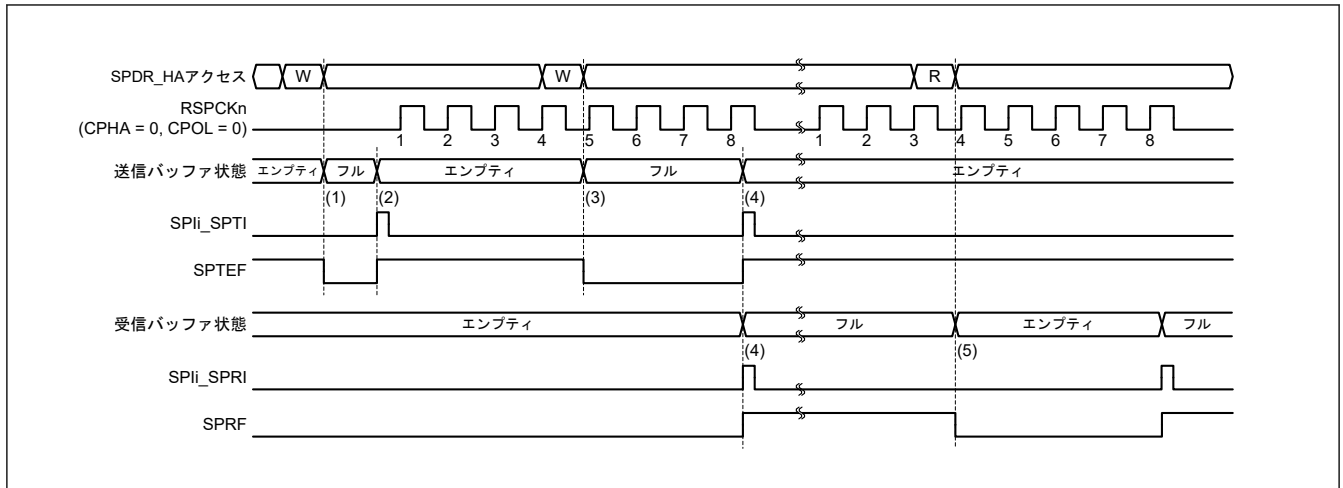
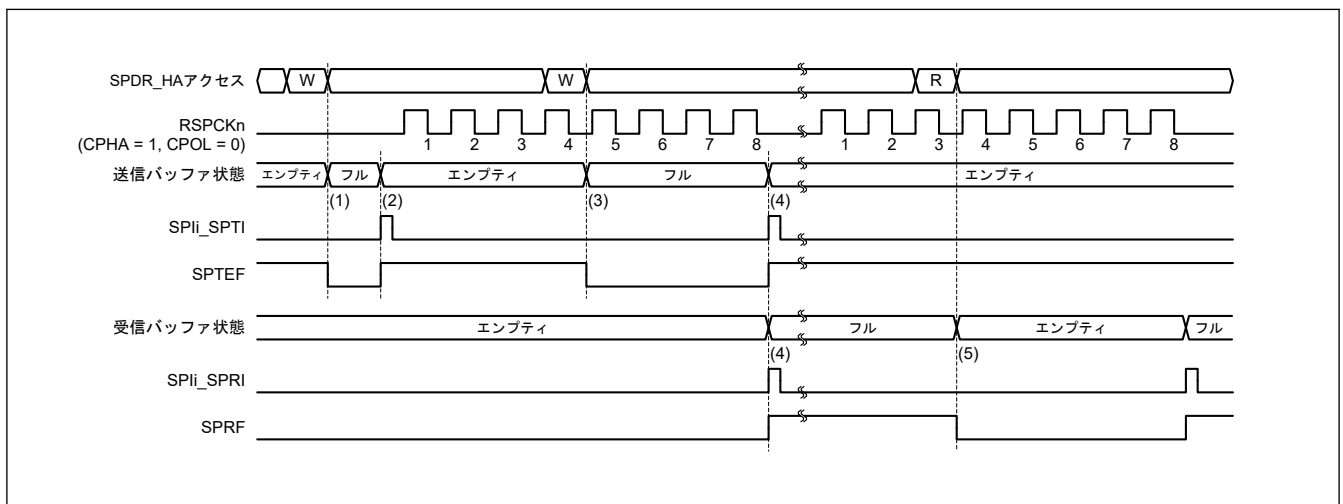

図 27.25 SPIi\_SPTI および SPIi\_SPRI 割り込みの動作例 (CPHA = 0 かつ CPOL = 0、マスタモード)
図 27.26 SPIi\_SPTI および SPIi\_SPRI 割り込みの動作例 (CPHA = 1 かつ CPOL = 0、マスタモード)
図 27.25 および 図 27.26 に、送信バッファエンプティ割り込み (SPIi SPTI) と受信バッファフル割り込み (SPIi SPRI) の動作例を示します。これらの図に示された SPDR\_HA レジスタアクセスは、レジスタへのアクセス条件を示しています。W は書き込みサイクル、R は読み出しサイクルを示しています。図 27.25 では、SPCR.TXMD ビットが 0、SPCMD0.CPHA ビットが 0、かつ SPCMD0.CPOL ビットが 0 の設定で、SPI が 8 ビットのシリアル転送を実行しています。図 27.26 では、SPCR.TXMD ビットが 0、SPCMD0.CPHA ビットが 1、かつ SPCMD0.CPOL ビットが 0 の設定で、SPI が 8 ビットのシリアル転送を実行しています。RSPCKn 波形の下に記載した数字は RSPCK サイクル数 (= 転送ビット数) を示しています。
以下に、図 27.25 および 図 27.26 の (1)~(5) に示したタイミングでの SPI の動作を説明します。